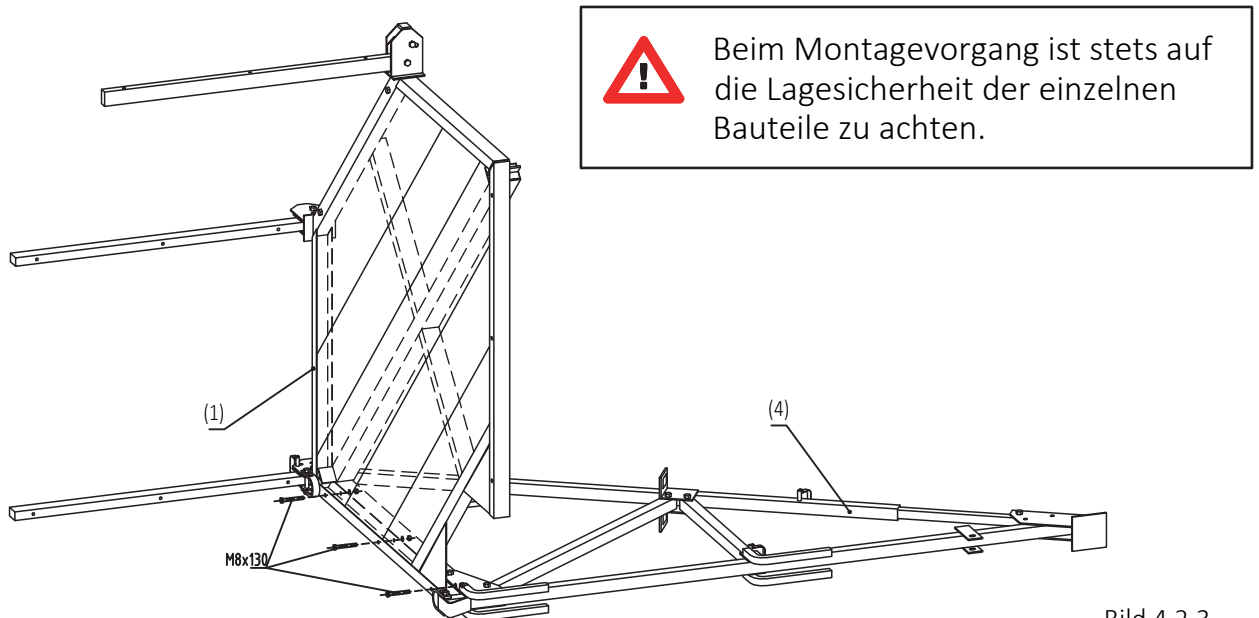

Bild 4.2.3
- 3 Eine Klappkonsole (4) entsprechend den Anweisungen nach Abschnitt 1 montieren und flach ablegen. Eckrost aufstellen, abstützen und Klappkonsole unter dem seitlichen Randprofil des Eckrostes (1) mit je 3 Schrauben M8x130 befestigen (Bild 4.2.3).